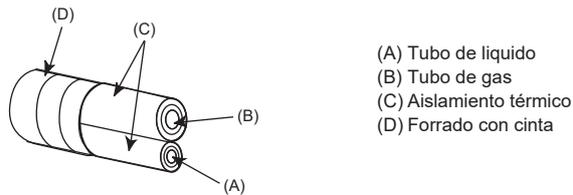

Fig. 4-1
(A) (Fig. 4-1)
(B) (Fig. 4-1)
4.2. Tubos de conexión (Fig. 4-1, Fig. 4-2)
Si se utilizan tubos de cobre convencionales, aisle los tubos de gas y líquido separadamente con materiales aislantes (resistentes al calor hasta 100 °C, 212 °F o más, espesor de 12 mm, 1/2 pulgadas o más). (Fig. 4-1)